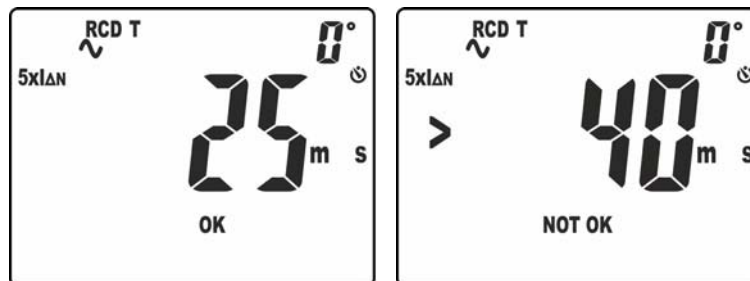

Fig. 36: Temps d'intervention en mode manuel avec $5 \times I_{\Delta n}$.
10. Le résultat correct de la mesure est affiché à l'écran (voir Fig. 36. à gauche) avec indication «OK».
11. Le résultat incorrect de la mesure (**temps d'intervention > 40ms**) est affiché à l'écran (voir Fig. 36. à droite) avec indication «NOT OK». L'instrument émet un bref son continu.
10. Le résultat correct de la mesure est affiché à l'écran (voir Fig. 36. à gauche) avec indication «OK». Il convient de noter la présence du temps d'intervention en haut à droite de l'écran.
11. Le résultat incorrect de la mesure est affiché à l'écran (voir Fig. 36. à droite) avec indication «NOT OK» (**courant d'intervention > 33mA**). L'instrument émet un bref son continu.